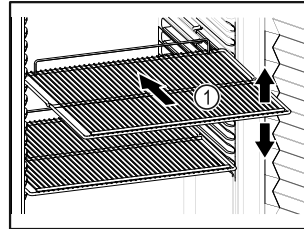

Fig. 57
- Nëse raftet me rrjetë Fig. 57 (1) mund të zhvendosen, atëherë përshtatini sipas lartësisë.